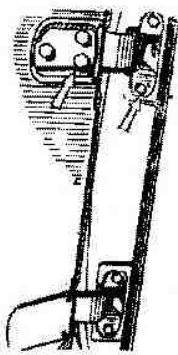

Рис. 18. Места регулировки двери
61. Проверить состояние, крепление и действие замков калоты и дверей, петель дверей и капота, ручек кабины, противосолнечных щитов, запоров бортов, при необходимости отрегулировать (рис. 18)